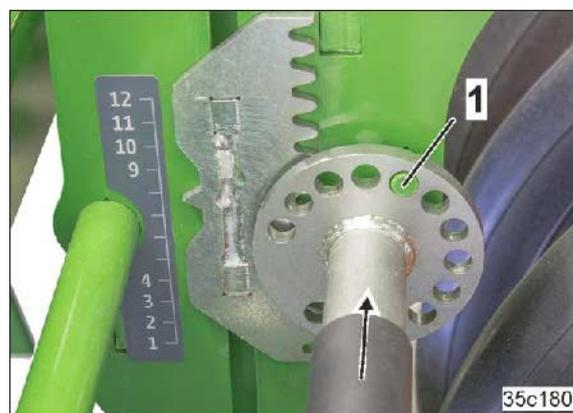

图 127
4. 设置过程结束后应将锁定啮合机构完全卡紧（图 127/1）。